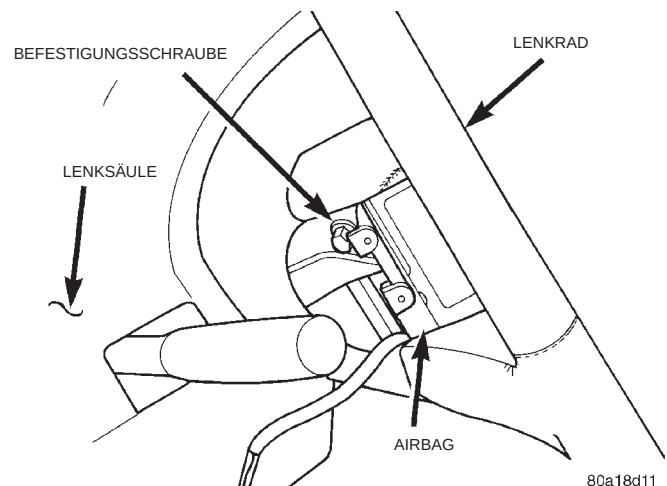

**Abb. 9 Befestigungsschrauben des Airbags**
(10) Beide Tempomat-Schalter von den Kabeln am Lenkrad abklemmen.
(11) Die beiden Befestigungsschrauben des Airbags (jeweils eine rechts und links am Lenkrad) vom Lenkrad lösen (Abb. 9).
(17) Airbag in der Mitte des Lenkrads einbauen. **Ausschließlich die beiden Originalschrauben oder identische Original-Ersatzteile** in den Airbag eindrehen (Abb. 9). Die beiden Befestigungsschrauben mit einem Anzugsmoment von 10 N·m (90 in. lbs.) festziehen.